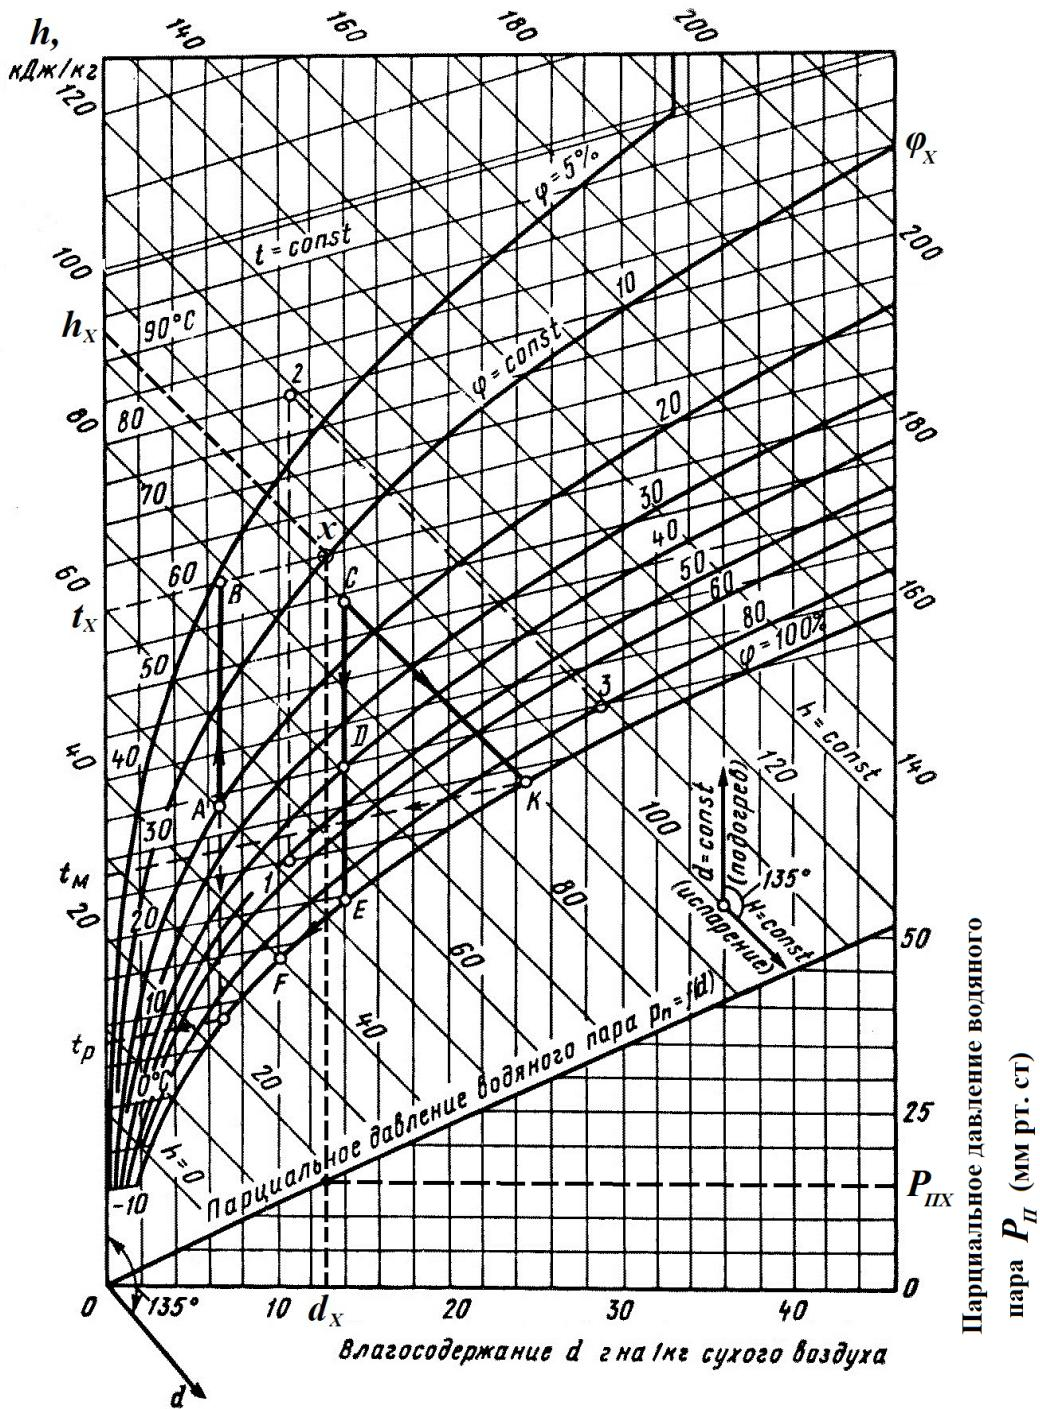

Рис. 1. *h-d*-диаграмма влажного воздуха
Параметры влажного воздуха, легко определяются графическим путем при помощи  $h-d$ -диаграммы влажного воздуха, предложенной в 1918 г. Л.К. Рамзином (рис. 1). В ней по оси абсцисс откладывается влагосодержание влажного воздуха  $d$  в г/кг, а по оси ординат – энталпия  $h$  в кДж/кг. И то, и другое отнесено к 1 кг сухого воздуха, содержащегося во влажном воздухе.
5.3. По  $h-d$ -диаграмме влажного воздуха (Рис. 1) для каждой точки определить: